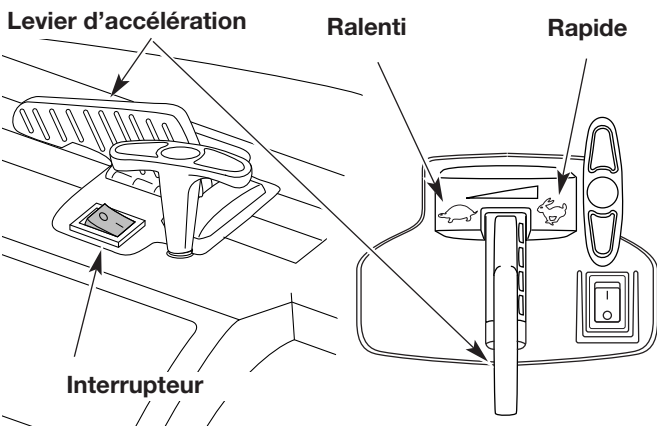

Fig. 10
2. Amenez l'interrupteur sur la position **MARCHE** [I] (Fig. 10).
6. L'appareil étant au sol, faites passer le levier d'accélération en position rapide () (Fig. 10).
1. Mettez le levier d'accélération en position de ralenti () (Fig. 10). Laissez le moteur se refroidir en tournant au ralenti.
2. Appuyez sur le contact d'allumage et maintenez-le en position ARRÊT [O] jusqu'à ce que le moteur s'arrête complètement (Fig. 10).